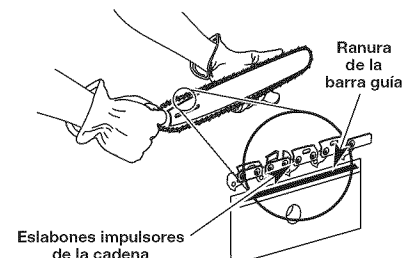

Fig. 37
2. Coloque los eslabones impulsores de la cadena en la ranura de la guía como se muestra (Fig. 37).